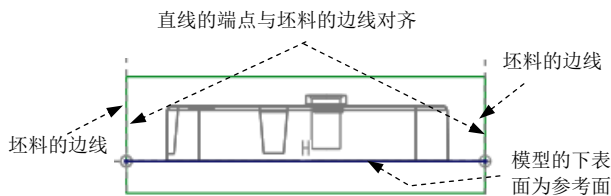

图 20.29 截面草图
(4) 绘制截面草图。选取图 20.29 所示的坯料的边线和模型的下表面为草绘参考; 绘制如该图所示的截面草图 (截面草图为一曲线); 完成截面的绘制后, 单击“草绘”操控板中的“确定”按钮 **✓**。
(5) 设置深度选项。
- ① 在操控板中选取深度类型 **到选定的**。